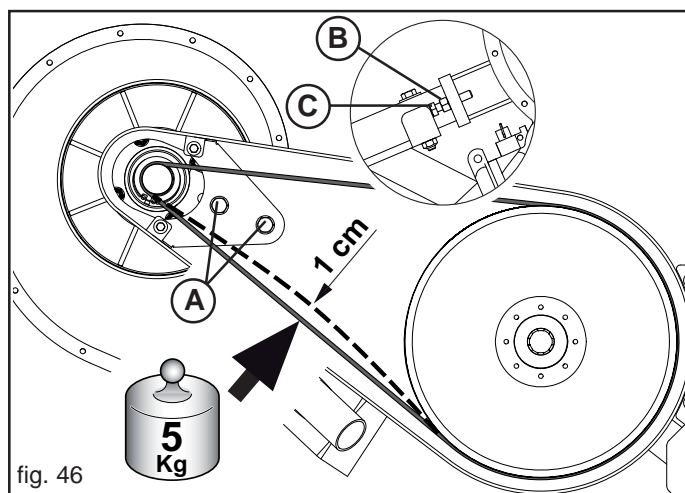

fig. 46
- Desserrer les vis (A, Fig. 46);
- Desserrer l'écrou (B, Fig. 46);
- Avec les vis (C, Fig. 46) régler la tension de la courroie et bloquer avec l'écrou (B);
- Resserrer toutes les vis (A) et remonter le carter.